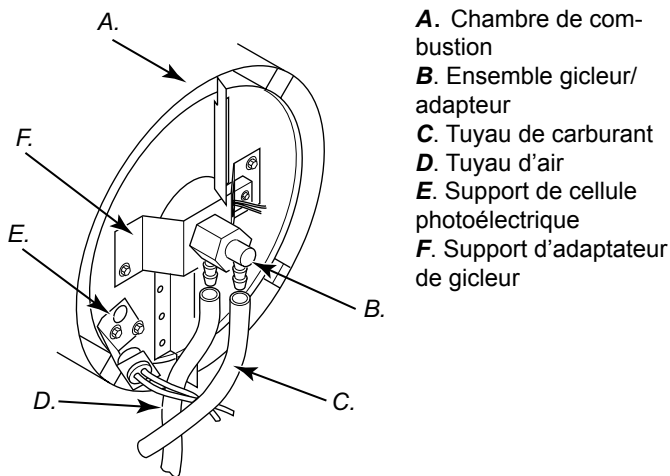
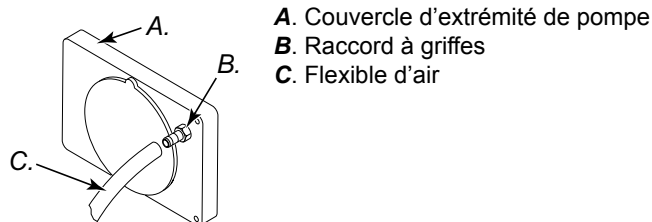

Figure 17 – Dépose des flexibles des conduites de combustible et d'air (modèles 10, 18,5 et 20 kW).
Figure 22 – Flexible d'air au raccord à griffes.
14. Remettre la cellule photoélectrique dans son support. Voir figure 17, 18 ou 19.
3. Enlever les flexibles des conduites de combustible et d'air du gicleur (voir figure 17, 18 ou 19).
4. Vérifier que les flexibles des conduites de combustible et d'air ne sont ni fendillés ni troués. Si le flexible de combustible est endommagé, le débrancher de l'adaptateur de gicleur (voir figure 17, 18 ou 19) et du filtre à combustible (voir page 6). Si le flexible d'air est endommagé, le débrancher de l'adaptateur de gicleur (voir figure 17, 18 ou 19) et du raccord à griffes du couvercle d'extrémité de la pompe (voir figure 22).
5. Installer une conduite d'air et/ou de combustible neuve. Raccorder une extrémité du flexible d'air au raccord à griffes du couvercle d'extrémité de la pompe (voir figure 22) et l'autre à l'adaptateur de gicleur (voir figure 17, 18 ou 19). Raccorder une extrémité du flexible de combustible au filtre à combustible (voir page 6) et l'autre à l'adaptateur de gicleur (voir figure 17, 18 ou 19).